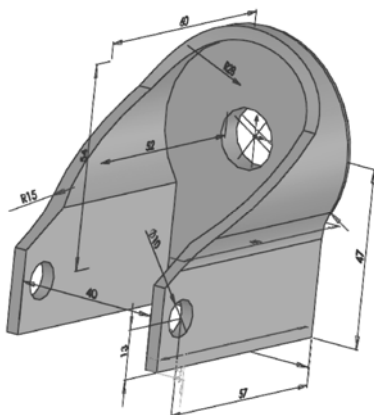

图 8-1 打开的文件实体
（1）在“FeatureManager 设计树”中，右击 （注解）文件夹，在弹出的快捷菜单中单击“显示特征尺寸”命令。此时，在图形区中零件的所有特征尺寸都显示出来。作为特征定义尺寸，它们是蓝色的，而对应特征中的草图尺寸则显示为黑色，如图 8-1 所示。
(1) 在 FeatureManager 设计树中，右击 (注解) 文件夹，在弹出的快捷菜单中选择“显示特征尺寸”命令。此时在图形区中零件的所有特征尺寸都显示出来。
(2) 在图 8-1 实体文件中，单击尺寸值，系统弹出“尺寸”属性管理器。